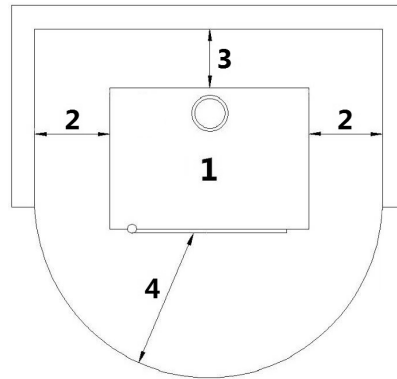

Fig. 19 - Allgemeine Installation
LEGENDE	Fig. 19
- Der Ofen darf nicht nahe an Wänden und / oder Möbeln installiert werden, auf jeder Seite und auf der Rückseite muss mindestens eine Luftzirkulation von 300 mm gegeben sein, um eine effiziente Kühlung und eine gute Wärmeverteilung in der Umgebung zu ermöglichen (siehe **Fig. 19**).
- Wenn die Wände aus entflammablem Material sind, müssen die Sicherheitsabstände überprüft werden (siehe **Fig. 19**).